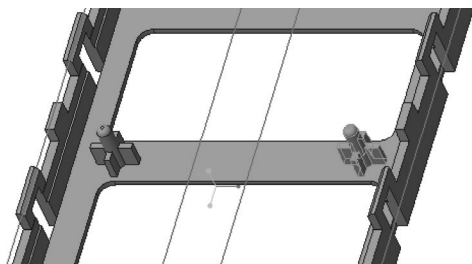

图 8-42 镜像几何的操作结果
5) 在“镜像几何”选项卡中单击  (完成) 按钮, 镜像几何的操作结果如图 8-42 所示。